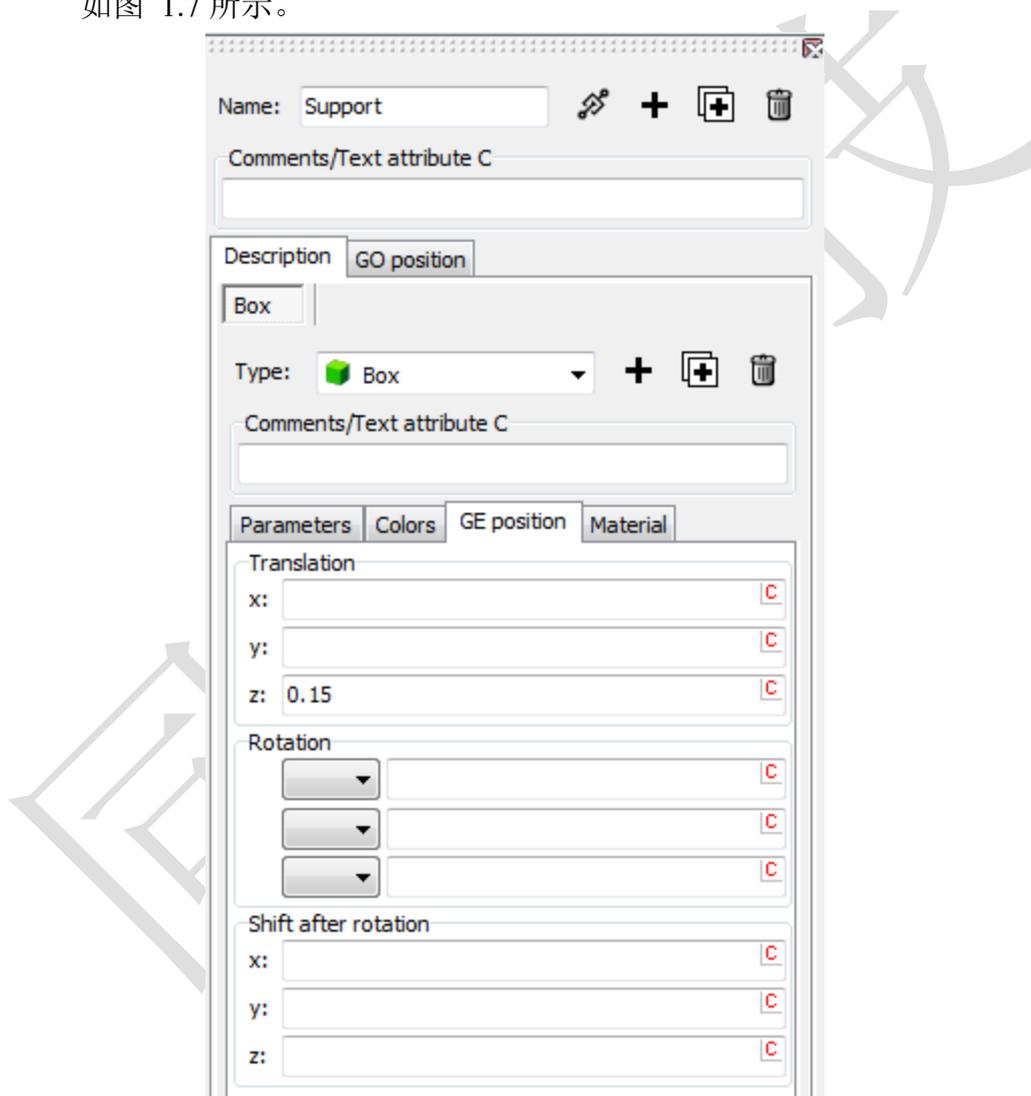

图 1.7 设置图形元素位置
3. 切换到 **GE Position** 页面，设置垂向移动距离 **Translation | Z** 为 0.15 ，如图 1.7 所示。